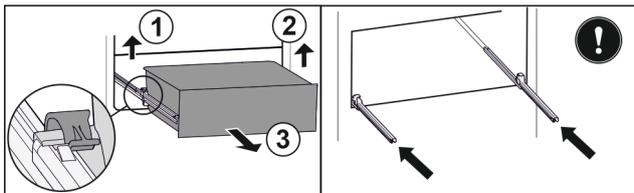

Fig. 48
- Sollevare il morsetto sinistro e allo stesso tempo tirare in avanti il cassetto sinistro. Fig. 48 (1)
- Sollevare il morsetto destro e allo stesso tempo tirare in avanti il cassetto destro. Fig. 48 (2)
- Rimuovere il cassetto tirandolo in avanti. Fig. 48 (3)